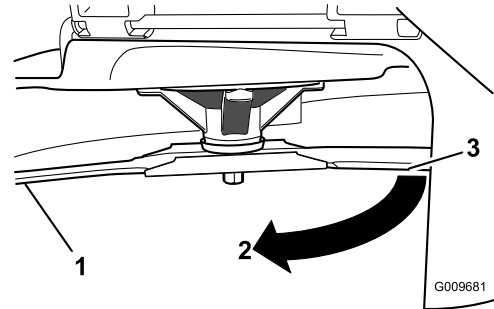

Figure 48
4. Tournez la même lame de 180 degrés pour amener l'autre tranchant à la même position (Figure 48).